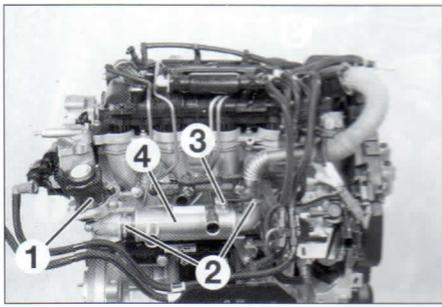
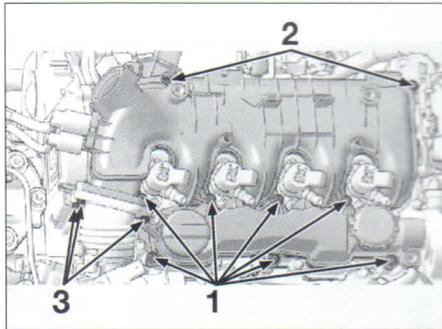
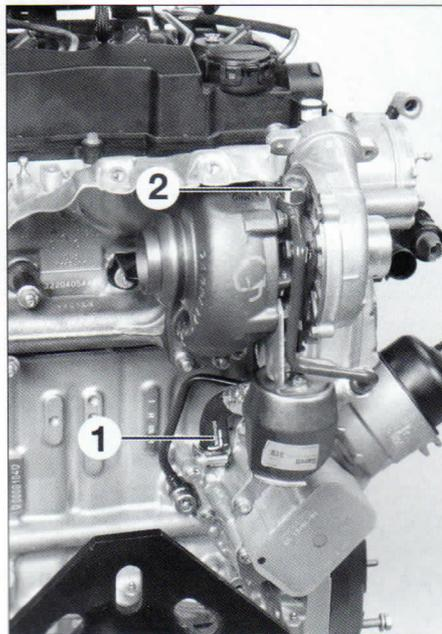

FIG. 36
FIG. 37
FIG. 38
- Desmontar la válvula EGR (1) (**fig. 36**).
- Desmontar las abrazaderas (2) y la fijación (3) del intercambiador EGR.
- Separar el intercambiador EGR (4).
- las fijaciones (1) de la tapa de culata (**fig. 37**).
- las fijaciones (2) del colector de admisión.
- las fijaciones (3) de la caja de absorción de resonancia del turbocompresor.
- la tubería de sobrante de aceite del turbocompresor (1) (**fig. 38**).
- la tubería de engrase del turbocompresor (2).
- la tubería de sobrante de aceite del turbocompresor (1) (fig. 38).